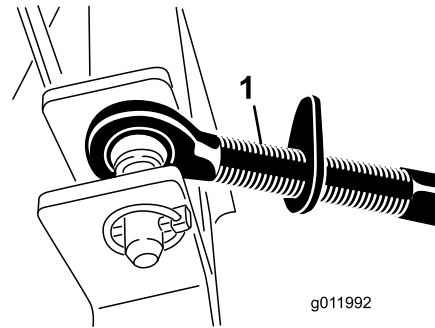

Figure 5
1. Insérez le bras d'attelage supérieur dans les trous du support du souffleur, et fixez-le avec un axe de chape et une goupille à anneau (Figure 5).
4. À la longueur la plus courte de l'arbre, il doit rester une distance de rétraction possible d'au moins 37 mm entre les 2 moitiés de l'arbre de PDF (Figure 5).